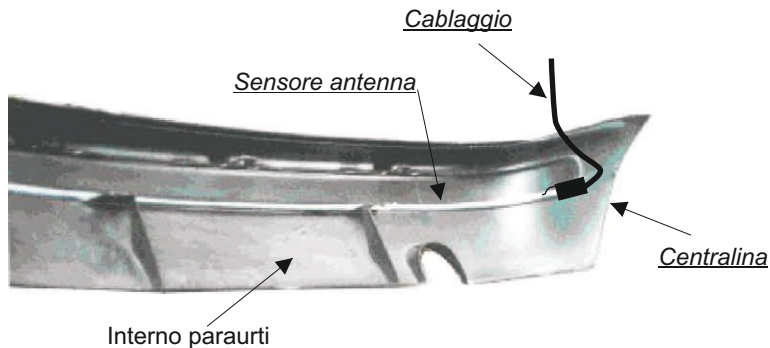

Fig. 3
1) E' importante iniziare e finire l'applicazione del nastro a circa 15 cm dalla fine del paraurti (fig.3).